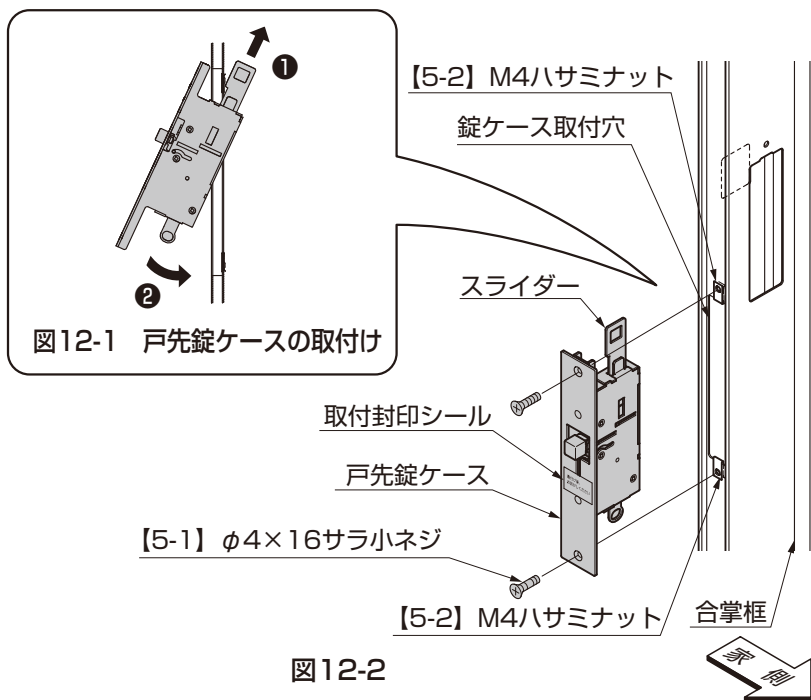

図12-2
- ①合掌框に【5-2】を差込んでください。
- ②合掌框の錠ケース取付穴に戸先錠ケースを入れて、【5-1】で取付けてください。(図12-1、図12-2参照)